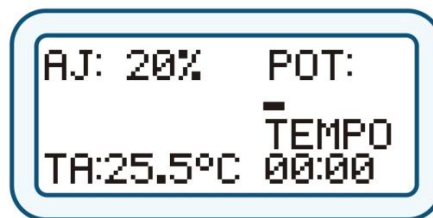

Figura 86 – Modo Manual e Preaquecimento
- O led verde indicador do modo pré-aquecimento acenderá, conforme figura 86 e o display alfanumérico passará a exibir a tela conforme figura 80.